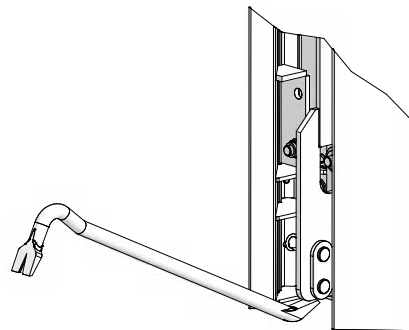
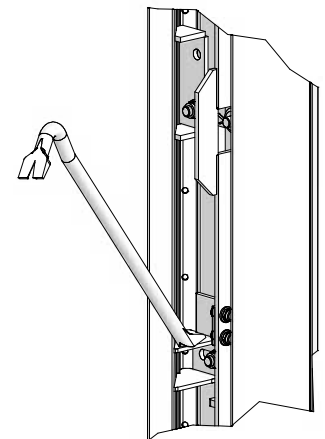

Abb. 33.3 A
Abb. 33.4 B
- Ausschalecke wird mit dem Hebeisen aktiviert. Die Kniehebelstange wird dabei per Hebeisen nach oben gedrückt. Das Hebeisen kann unten am Punkt A (Abb. 33.3 A) oder in der Mitte bei Punkt B (Abb. 33.4 B) angesetzt werden. Dadurch wird die Schalung ohne Kraftaufwand von der Betonoberfläche gelöst.